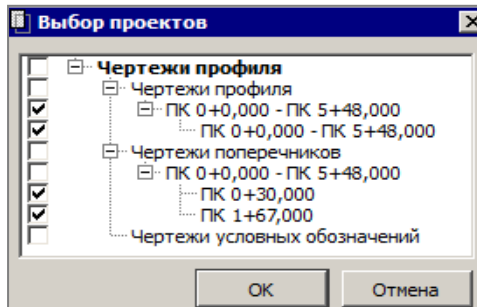

Рис. 31.4
- В диалоге **Выбор проектов** укажите необходимые проекты чертежей профиля и нажмите кнопку **ОК** (рис. 31.4).